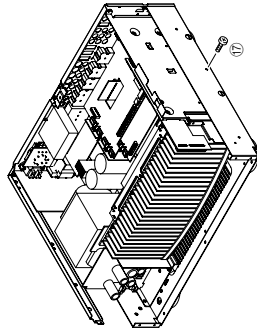

Fig. 8
- Put the rubber sheet and cloth over the equipment. Then place the P.C.B.s upside down on the cloth and check it. (Fig. 8)
- FL (1) P.C.B. CB901_FL (2) P.C.B. CB970: MF126500 (26P, 500mm)
- FL (2) P.C.B. CB971_OPERATION (2) P.C.B. CB803: MF115500 (15P, 500mm)
- In main unit, the ground of rear unit is connected to the main unit. When this rear unit is removed from main unit, connect the ground to the main unit, using a ground lead or such. (Fig. 8)
- 本機の上にゴムシートと布を敷き、その上にP.C.B.を裏返しに置いてチェックします。(Fig. 8)
- 本機ではリアユニットのアースが本機に接続されています。リアユニットを本機より取り外した場合は、リード線等でアースを本機に接続してください。(Fig. 8)